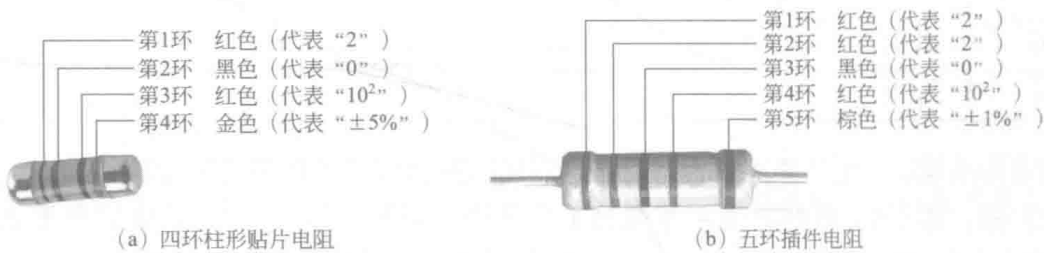

图 1-8 电阻色环标注法
b. 色环法。插件电阻和柱形贴片电阻一般采用色环法标注阻值，如图 1-8 所示。
色环法是指在电阻器上标注不同颜色圆环来表示阻值和误差的方法。图 1-8（a）中，一只电阻器上有 4 条色环，称为四环电阻器；另一只电阻器上有 5 条色环，称为五环电阻器，五环电阻器的阻值精度较四环电阻器更高。